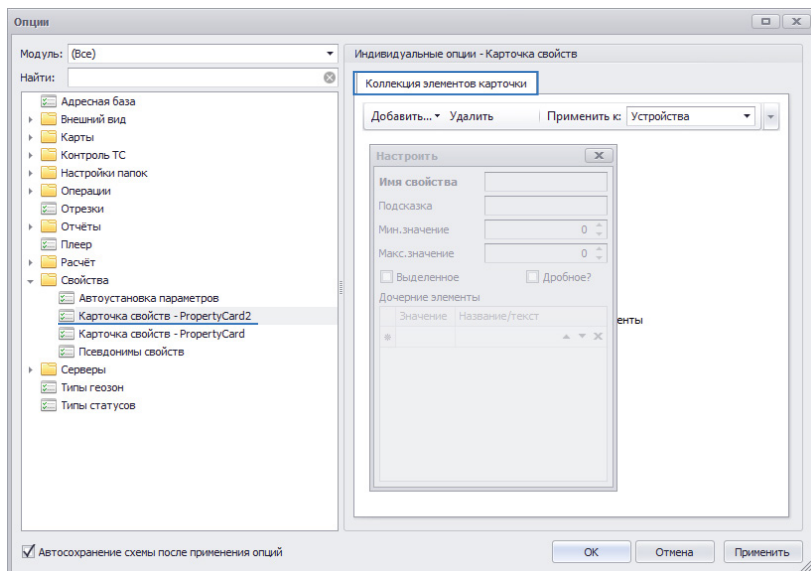

Рис.11. Настройка Карточки свойств.
Карточка свойств является полностью настраиваемой. Изначально в программе данный модуль не настроен, поэтому перед началом работы в модуле необходимо при помощи конструктора настроить содержимое Карточки свойств. Для этого необходимо перейти в меню «Опции», выбрав Главное меню – Меню «Настройка» – Опции, затем выбрать «Свойство – Карточка свойств». В зависимости от количества карточек, установленных в схеме, в меню «Опции» могут быть доступны настройки нескольких карточек. Выберите нужную (Рис.11). Далее на вкладке «Коллекция элементов карточки» необходимо настроить вид карточки свойств – добавить нужные элементы в карточку, выбирая их в меню «Добавить» (Рис.11). Пример настроенной карточки приведен на Рис.12.
*Описание параметров, которые могут использоваться для расчета включенного состояния датчика подключения секции, можно посмотреть в Автосправке, встроенной в обработчик данных. Для этого нужно перейти на соседнюю вкладку «Список параметров» (рядом со вкладкой «Дизайнер») и в списке параметров нажать правую кнопку мыши, затем выбрать «Автосправка» (Рис.11).*